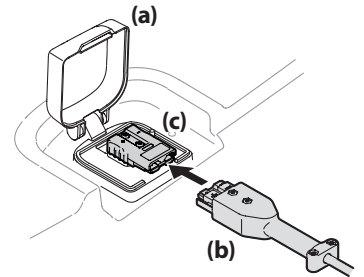
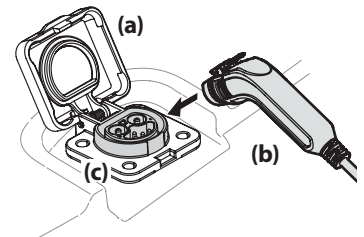

Figure 11
Figure 12
1. Relevez le couvercle de la prise de recharge (a). Voir Figure 11 pour le style 1 et la Figure 12 pour le style 2.
2. Branchez le cordon de recharge (b) du chargeur dans la prise (c). Voir la Figure 11 pour le style 1 et la Figure 12 pour le style 2.